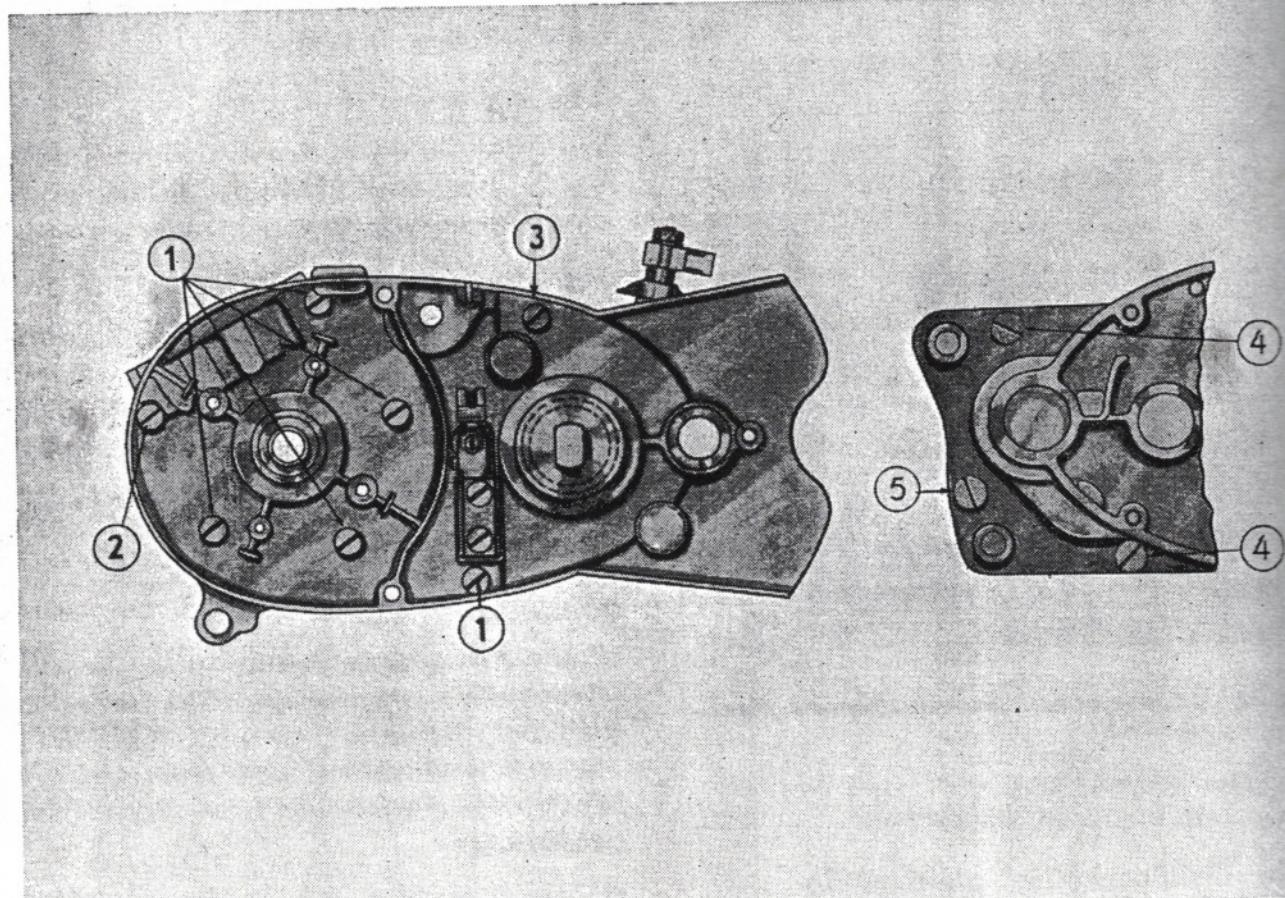

Abb. 45 Schraubenplan
d) Alle Gehäuseschrauben nach Schraubenplan Abb. 45 in das Gehäuse ein-drehen und festziehen.
8. Gehäuseschrauben nach Schraubenplan Abb. 45 einstecken und festziehen.